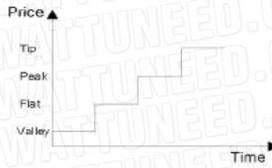

Figure1-11 Prix de la grille
3. Lorsque la PV est insuffisante, les batteries alimentent la charge. (Figure1-11)